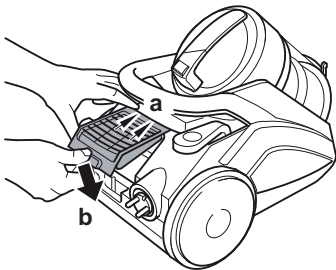

Abb. 34
7. Setzen Sie abschließend die Ausblasfilter-Abdeckung ein, indem Sie sie zuerst oben einhaken (Abb. 34/a). Arretieren Sie die Abdeckung durch kräftiges Drücken, bis sie hör- und spürbar einrastet (Abb. 34/b).